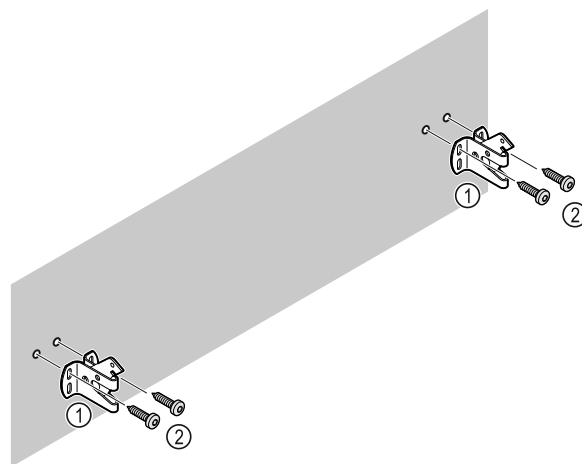

Fig. 10
Utilizzare il materiale di fissaggio adatto (ad es. tasselli) e punti di fissaggio sufficienti, in funzione del tipo di parete (legno, calcestruzzo) Fig. 10 (2).
- ▶ Fissare i ganci. Fig. 10 (1)